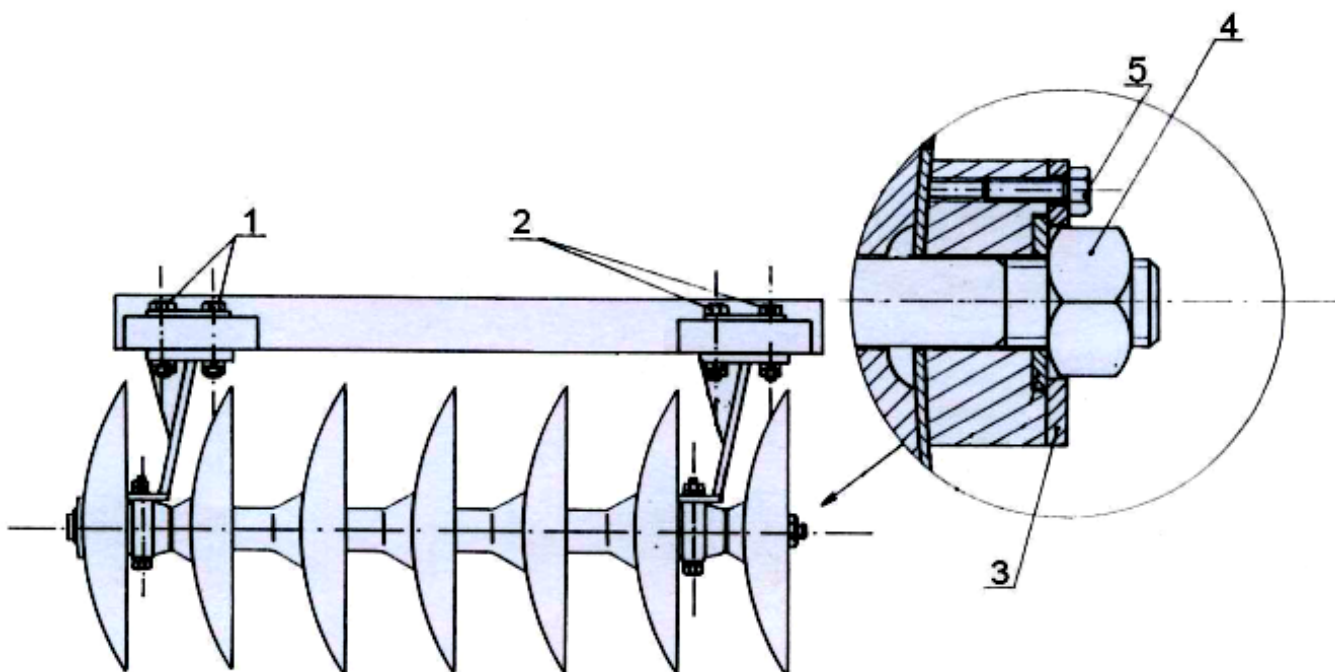

Рисунок 18.
- Отвинтить болт (5) (рис. 18).
- Снять шайбу (3).
- Ослабить 4 болта (2) (оставив 4 болта (1) затянутыми).